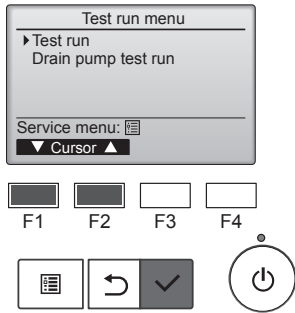

Fig. 7-2
- (2) Dans le Menu test de fonctionnement, sélectionnez "Test run" (Test fonctions) puis appuyez sur la touche [CHOIX]. (Fig. 7-2)
- (3) Le test fonctions démarre et l'écran Test fonctions s'affiche.